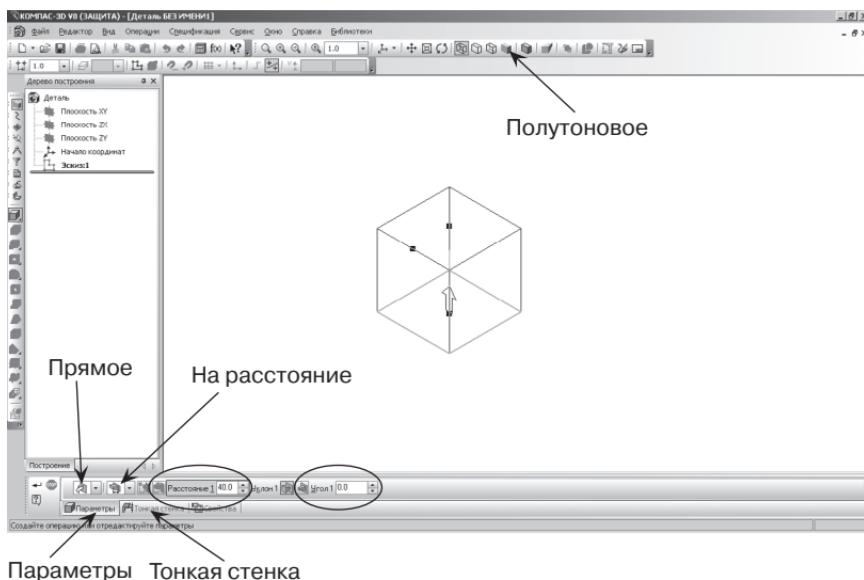

Рис. 123. Управление параметрами элемента
- на панели **Свойства** на вкладке **Параметры** укажите **прямое** направление выдавливания (вверх), глубина выдавливания – **на расстояние**, в поле **Расстояние 1** введите 40 мм, **Угол 1** равен 0° (грани куба вертикальны) (рис. 123);